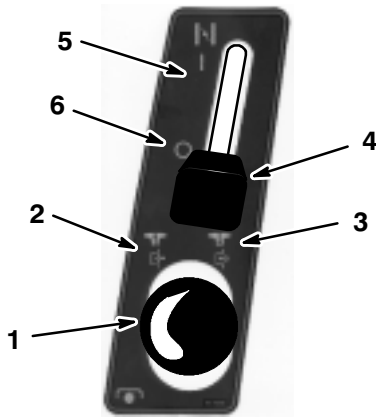
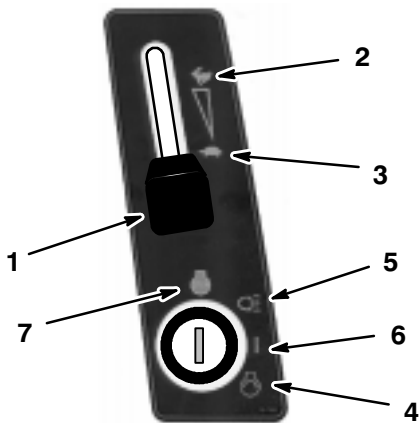

Figure 9
Figure 10
4. Vérifier que la PdF est débrayée (Fig. 9).
5. Si le moteur est froid, mettre la manette de starter sur MARCHE (Fig. 9).
6. Mettre la manette des gaz sur LENT (Fig. 10).
7. Tourner la clé de contact dans le sens des aiguilles d'une montre jusqu'en position DEMARRAGE (Fig. 10), la maintenir jusqu'à ce que le moteur démarre, puis la lâcher.
8. Lorsque le moteur a démarré, ramener lentement la manette de starter sur ARRET (Fig. 9) et la manette des gaz sur RAPIDE (Fig. 10).
1. Mettre la manette des gaz sur LENT (Fig. 10).
2. Tourner la clé de contact sur ARRÊT (Fig. 10).